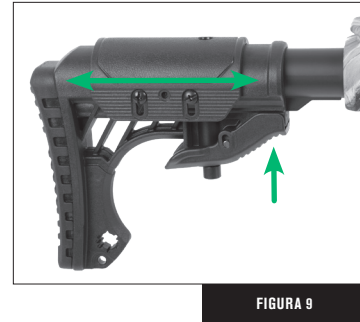

FIGURA 9
**Para ajustar la cantonera** (Parte 25), presione la palanca que se encuentra en la parte inferior delantera la culata, como se ve en la Figura 9. Con la palanca presionada, deslice la culata de la posición 0 (más corta) a la 5 (más larga). Los números de posición se pueden ver desde la parte superior de la ballesta, a través de un agujero que cruza la carrillera. Libere la palanca para bloquear la cantonera en su sitio.